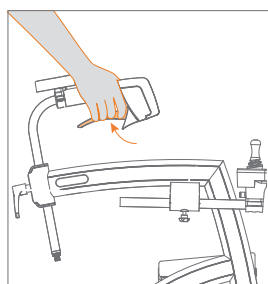

Figure 66: Freinage.
- b. Serrez les poignées de frein pour freiner (**Figure 66**).